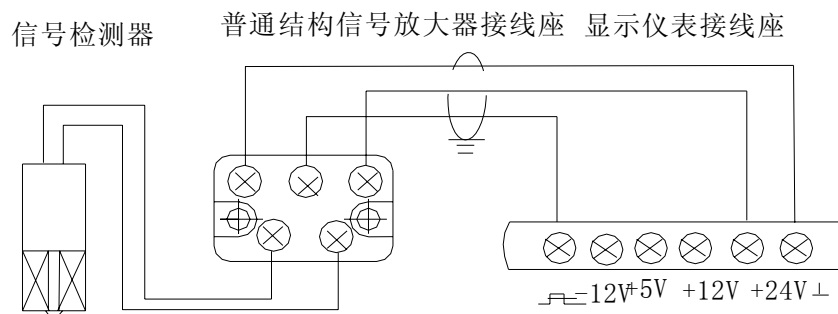
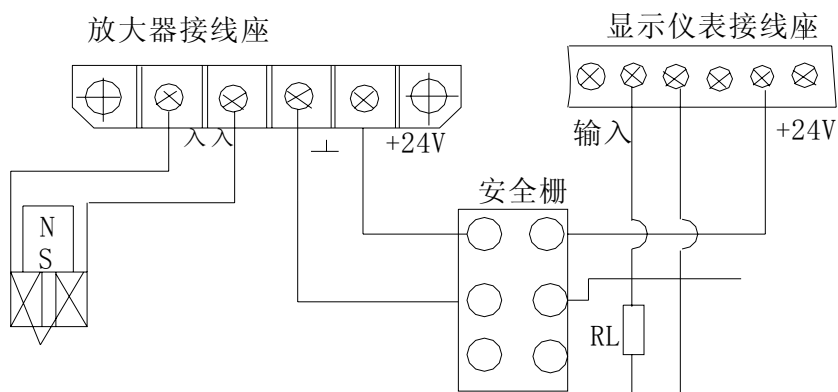

图 10
图 16
a. 普通结构放大器（+24V·DC 供电三线制）与显示仪表间的接线（图 10）
g. 本安式防爆放大器 (+24V·DC 供电二线制) 与显示仪表间的接线 (图 16)
c. 将放大器盖打开，将信号检测器引线穿入放大器壳体，然后通过螺纹松套将放大器壳体与螺纹接头连接上，并拧紧。信号检测器引线连接在放大器的接线座上，接线方式见图 10~12，图 16；
d. 将放大器出线口处的压紧螺母、盲板、垫圈、出线塞依次取出，并依次用传输电缆穿入，并按图 10~12，图 16 所示，将电缆接好，然后将出线塞、垫圈依次装入出线口内，压紧螺母拧至电缆不能松动。若采用挠性软管连接，则用软管代替压紧螺母即可。然后将盖拧上；